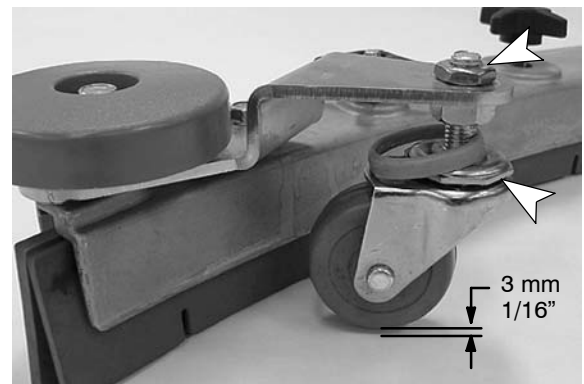

FIG. 54
1. Pour vérifier le bon réglage du bloc de racloir, retirez le bloc de racloir de la machine et placez-le sur une surface égale. Mesurez la distance entre la roulette et la surface. Cette distance doit être environ 3 mm (Figure 54).
2. Pour régler la hauteur de roulette, desserrez l'écrou supérieur et retirez le carter en plastique du roulement pour accéder à l'écrou de réglage. Tournez l'écrou de réglage jusqu'à ce que vous obteniez le bon réglage (Figure 54). Après le réglage, resserrez l'écrou supérieur et remplacez le carter en plastique du roulement. Répétez l'opération pour l'autre roulette.